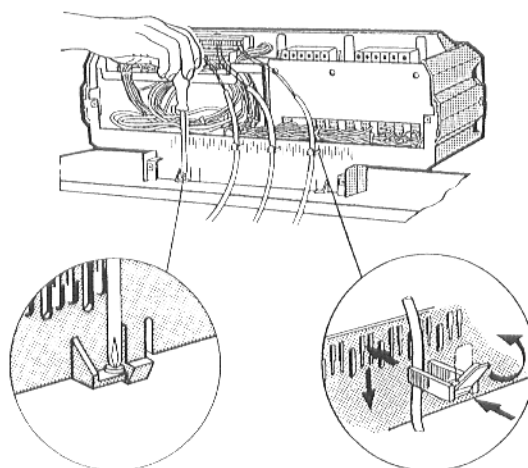

Fig. 11
- Visser à l'aide de 2 vis Parker le socle de l'appareil de régulation, à droite et à gauche, à l'intérieur du passage des câbles, sur le capot avant de la chaudière (fig. 11).
- Introduire les serre-câbles munis des câbles de raccordement dans le cadre de fixation des serre-câbles et les fixer en rabattant le levier (fig. 11).